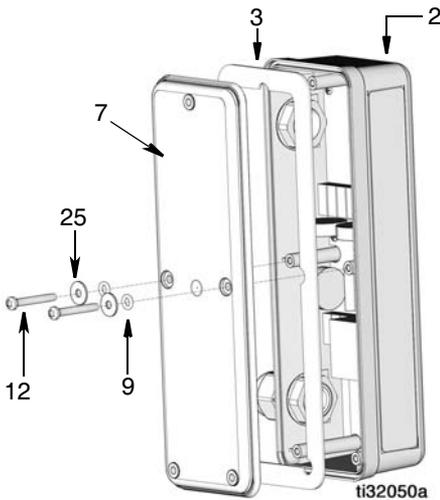

ABB. 11
- Zugentlastung (19) festziehen.
18. Dichtung (3) in der PLS-Abdeckung (7) einbauen (ABB. 11).
19. Abdeckung (2) über PLS-Gehäuse montieren. Prüfen, dass alle Schraubenlöcher in Abdeckung und Gehäuse richtig ausgerichtet sind (ABB. 11).
20. Zwei O-Ringe (9), Scheiben (25) und Schrauben (12) zur Befestigung der Abdeckung am PLS-Gehäuse (2) anbringen (ABB. 11).